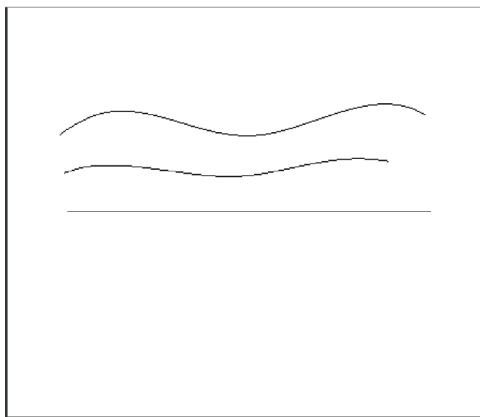

图 9-35 打开模型文件
STEP 01 单击快速访问工具栏中的“打开”按钮，打开模型文件，如图9-35所示。